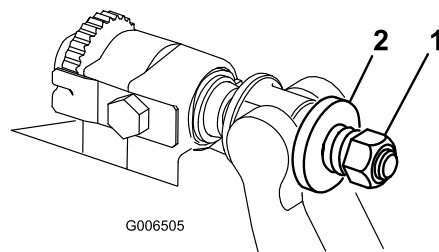

Figure 22
- Serrez l'écrou de tension du ressort jusqu'à ce que les spires soient jointives, puis desserrez-le de 1/2 tour (Figure 22).